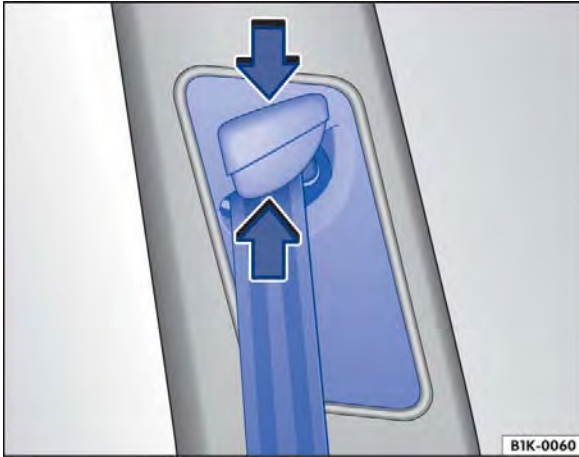

Fig. 68 Ao lado dos bancos dianteiros: regulagem de altura do cinto de segurança.
- Pressionar o dispositivo regulador no sentido da seta e mantê-lo pressionado ⇒ Fig. 68.